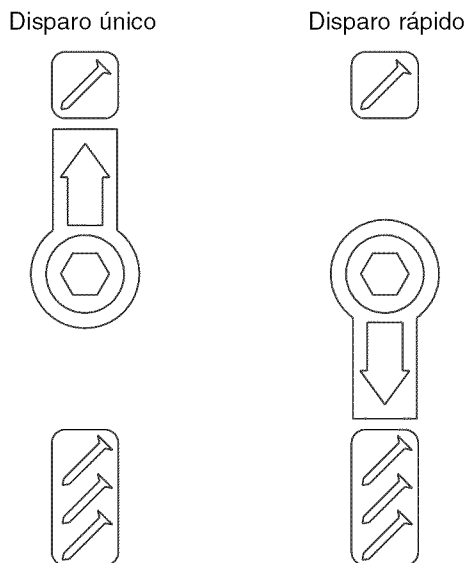

Figura 4 - Selección del Modo de Operación
- La herramienta de aire está equipada con un interruptor rotatorio (Fig. 7, No. 43) que se puede ajustar en el modo de disparo rápido o en el de disparo único (vea la Figura 4). Cuando el interruptor está ajustado al modo de disparo único, la herramienta no va a clavar un segundo sujetador hasta después que el disparador se suelte completamente y se accione de nuevo.
Refiérase a la Figura 4.